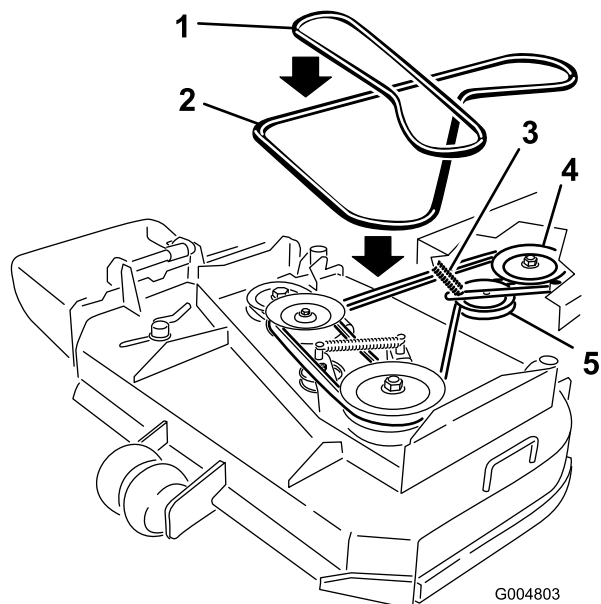

Figura 38
6. Rotolate la cinghia lontano dalla puleggia centrale sulla scocca del motore (Figura 38). Fate attenzione quando togliete la cinghia poiché la tensione aumenterà a causa della puleggia tendicinghia a molla.
7. Togliete la cinghia dalla puleggia del motore e dalla puleggia tendicinghia a molla (Figura 38).
8. Montate la cinghia sulla puleggia del motore e sulla puleggia tendicinghia a molla (Figura 38).
9. Rotolate la cinghia nella puleggia centrale sulla scocca del motore (Figura 38). Fate attenzione quando montate la cinghia poiché la tensione aumenterà a causa della puleggia tendicinghia a molla.